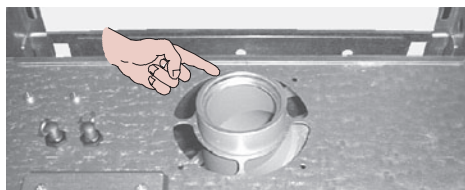

Figura 5.7
**El diafragma debe colocarse como en la Figura 5.7.**
**El diafragma debe montarse y desmontarse siguiendo las indicaciones proporcionadas en este capítulo. El diafragma debe colocarse como en la Figura 5.7.**